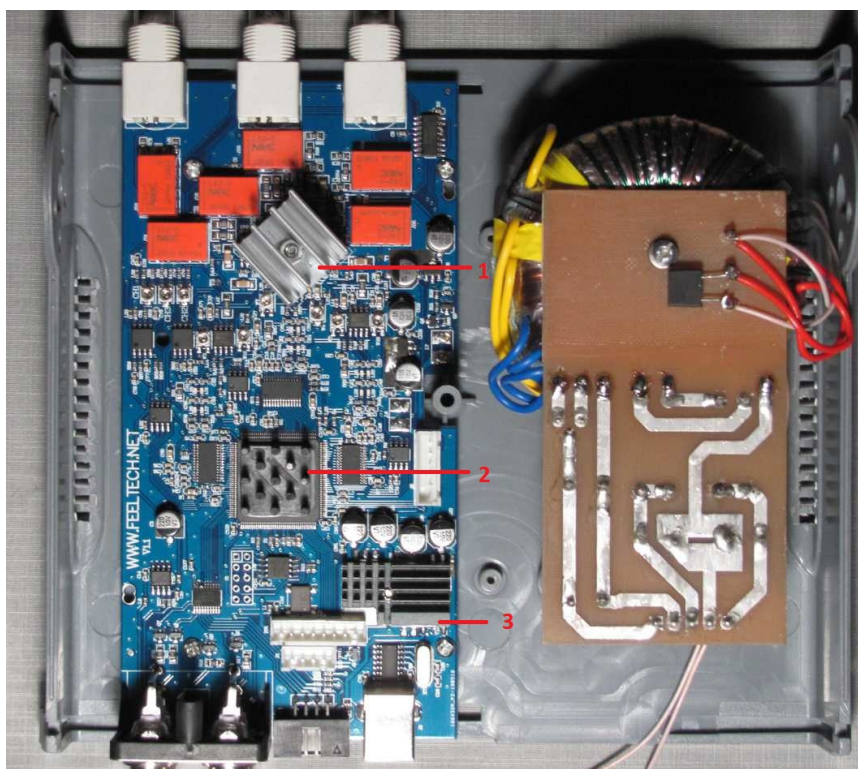

Рисунок 16
4. Устанавливается опора крепления силового трансформатора и блока выпрямителей. Для этого временно ставится передняя и задняя панели и ручка, в сборе трансформатор с выпрямителями позиционируется в корпусе. Трансформатор не должен мешать установки ручки и ее вращению. Ну и весь узел должен быть приблизительно посередине доступного пространства. После установки опоры можно закрепить этот узел окончательно (Рисунок 16).